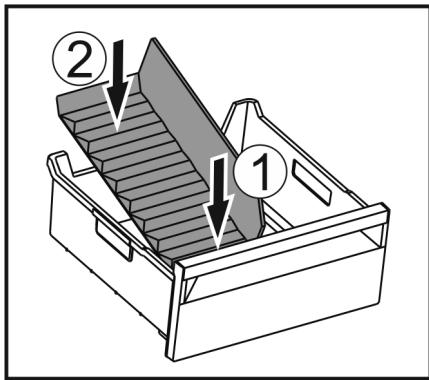

Fig. 127
- Vložte prednú časť oddelovača zásuvky na ľad. Fig. 127 (1)
- Spusťte zadnú časť oddelovača zásuvky na ľad až na dno zásuvky. Fig. 127 (2)